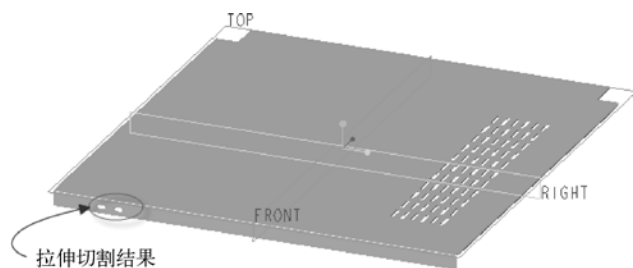

图 6-15 拉伸切割结果
(4) 在“拉伸”选项卡的深度选项列表框中接受默认的“ (到下一个)”选项, 注意确保能正确切除钣金件材料, 即设置深度方向为所需。
(5) 在“拉伸”选项卡中单击  (完成) 按钮, 拉伸切割的结果如图 6-15 所示。